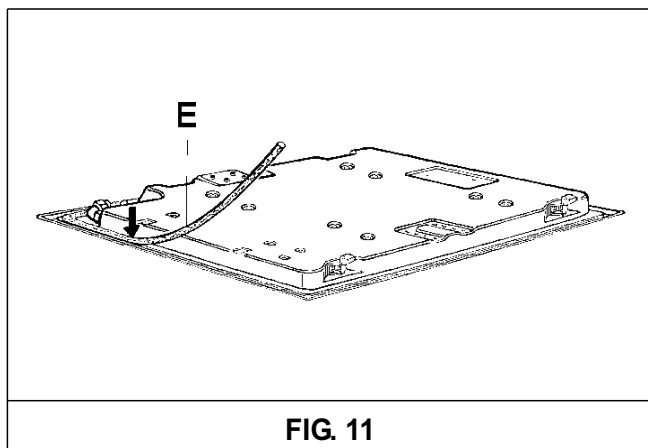

FIG. 11
- Se rastoarna plita si se aseaza corect garnitura "E" (fig. 11) sub marginea acestuia, astfel incat partea exterioara a garniturii sa se imbine perfect cu marginea plitei. Extremitatile benzilor trebuie sa se uneasca fara sa se suprapuna.